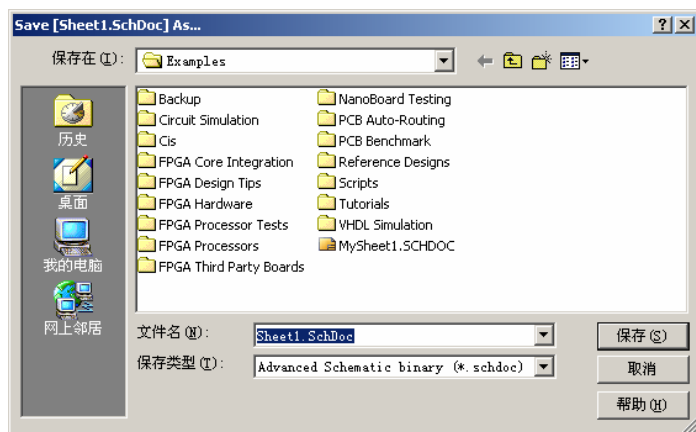

图 2.130 “Save [Sheet1.SchDoc] As...”对话框
(5) 单击“Projects”工作面板中的“Project”按钮，在弹出的菜单中选择“Add New to Project”->“Schematic”命令，在新建的 PCB 项目中添加一个默认名为“Sheet1.SchDoc”的原理图文件。
(6) 在主菜单中选择“File”->“Save”命令，或者单击工具栏中的保存工具按钮，打开如图 2.130 所示的“Save [Sheet1.SchDoc] As...”对话框。